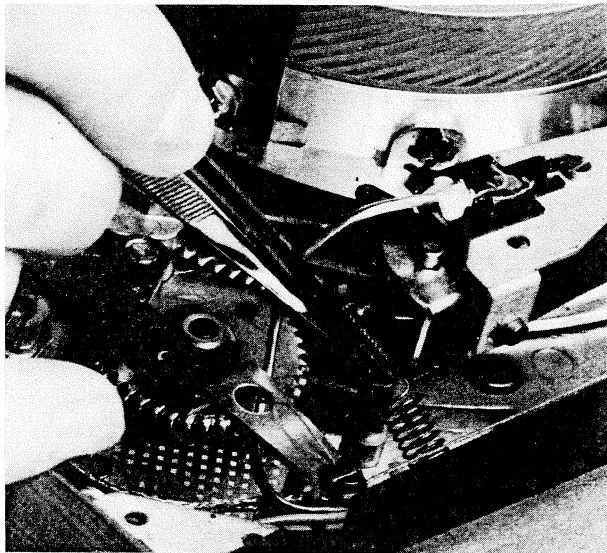

Abb. 10
- i) Feder vom Bandzugfühler aushängen (Abb. 10) und zur Gehäuserückwand schwenken.